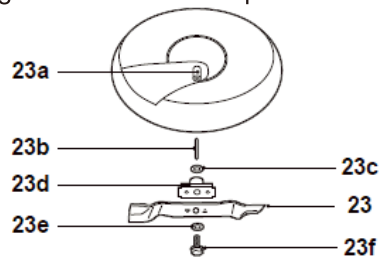

Fig. 21
6. Lubrifier le dispositif de coupe (23) après chaque utilisation pour prolonger la durée de vie du dispositif de coupe et du produit. Appliquer une huile machine légère le long du tranchant du dispositif de coupe (Fig. 21).